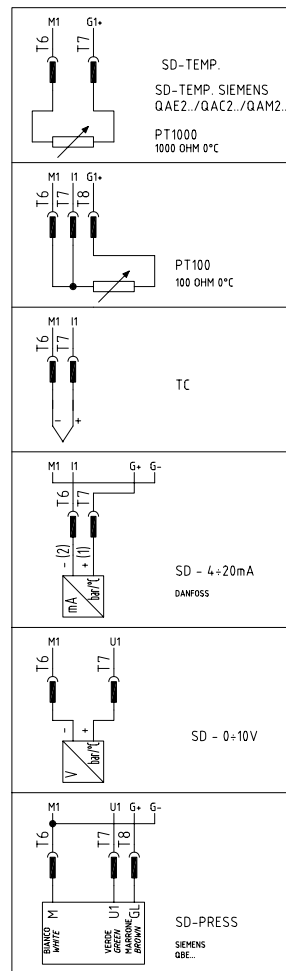

Рис. 25: Соединение датчиков
1). Подсоединить провода, относящиеся к разрешительному сигналу от котла к горелке, на следующие компоненты (Рис. 23, Рис. 25)
2). Подсоединить провода, относящиеся к разрешительному сигналу от котла к горелке, на следующие компоненты (Рис. 23, Рис. 25)